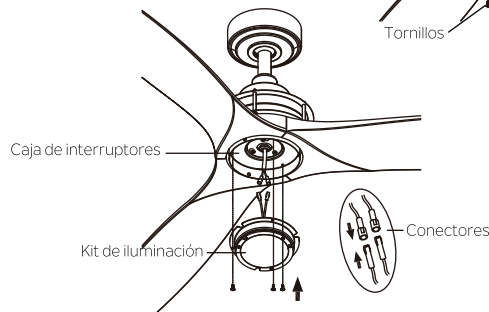

Fig. 26
Paso 6. Sujete el kit de iluminación cerca de la caja de interruptores y conecte los cables BLANCOS del kit de iluminación y el ventilador haciendo presión entre los conectores. Siga el mismo procedimiento con los cables NEGROS. (Fig. 26)
Paso 7. Inserte las conexiones en forma ordenada dentro del kit de iluminación. Alinee tres orificios redondos sobre el kit de iluminación y la caja de interruptores. Ajuste bien con los 3 tornillos retirados anteriormente en el Paso 5. (Fig. 26)